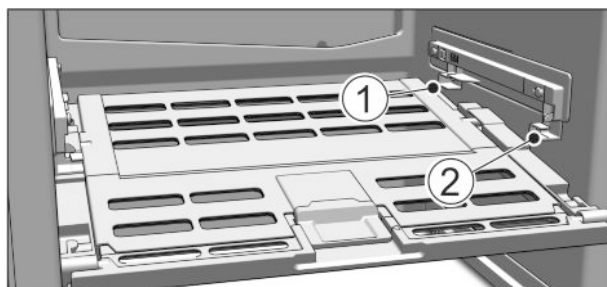

Fig. 10
► Nasazení víka přihrádky na ovoce a zeleninu: Výstupky víka zaveďte zdola do zadních držáků *Fig. 10 (1)* a vpředu zaklesněte do držáku *Fig. 10 (2)*.